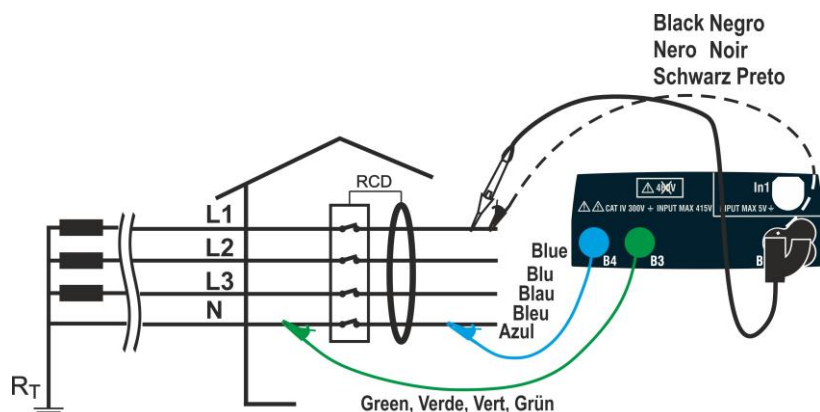
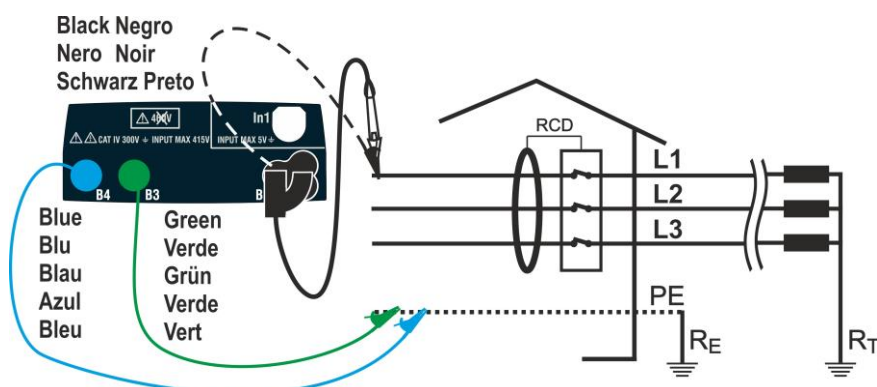

Fig. 23: Collegamento per un sistema Trifase L1-L2-L3-N (no PE) mediante cavi singoli e puntale remoto
Fig. 24: Collegamento per un sistema Trifase L1-L2-L3-PE con cavi e puntale remoto
3. Inserire i connettori verde, blu e nero del cavo shuko a tre pin nei corrispondenti terminali di ingresso B3, B4 e B1 dello strumento. In alternativa, utilizzare i singoli cavi e applicare i terminali a coccodrillo alle estremità libere dei cavi. È anche possibile utilizzare il puntale remoto inserendo il suo connettore multipolare nel terminale di ingresso B1. Collegare la spina shuko, i coccodrilli o il puntale remoto alla rete elettrica in accordo alle Fig. 19, Fig. 20, Fig. 21, Fig. 22, Fig. 23, Fig. 24